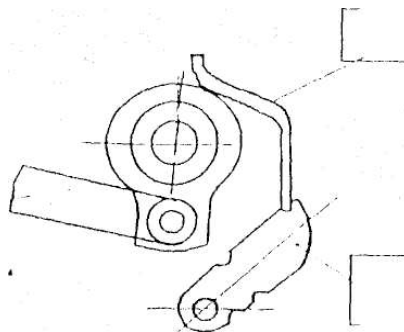
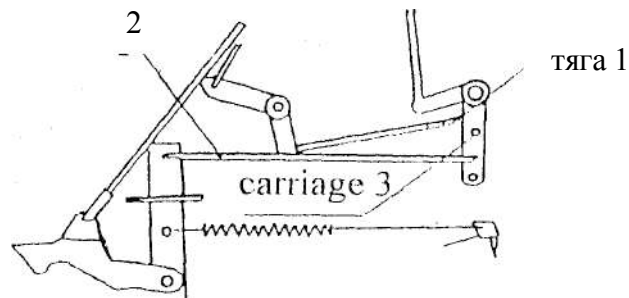
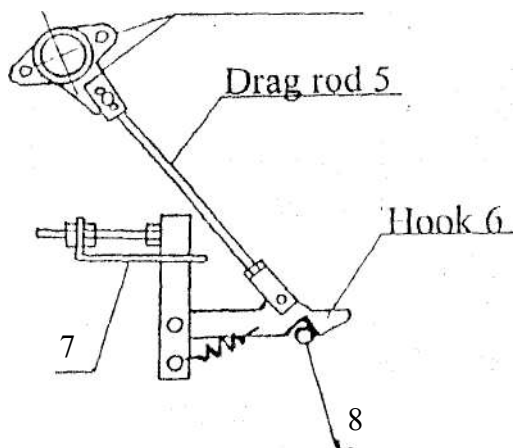

Рис. 4
Рис. 7
Рис.8
На рис. 4 показано исходное положение механизма обмотки до начала цикла упаковки рулона. Перед началом работы установите механизм обмотки в это исходное положение.
1. Для получения нормальной плотности рулона тяга 2 устанавливается в среднее отверстие рычага 3 (рис. 7). Для увеличения плотности рулонов тягу следует установить в нижнее отверстие, для уменьшения – в верхнее.
После регулировки плотности рулона с помощью тяги 2 (рис.7), установите механизм обмотки в исходное положение (рис. 4). Убедитесь, что зазор между крюком 6 и роликом 8 (рис. 8) составляет 8-10 мм 10-15мм. При необходимости, отрегулируйте длянной тяги 1 (рис. 7), укоротите тягу 1 для увеличения плотности рулона; удлините для уменьшения зазора и плотности рулона.